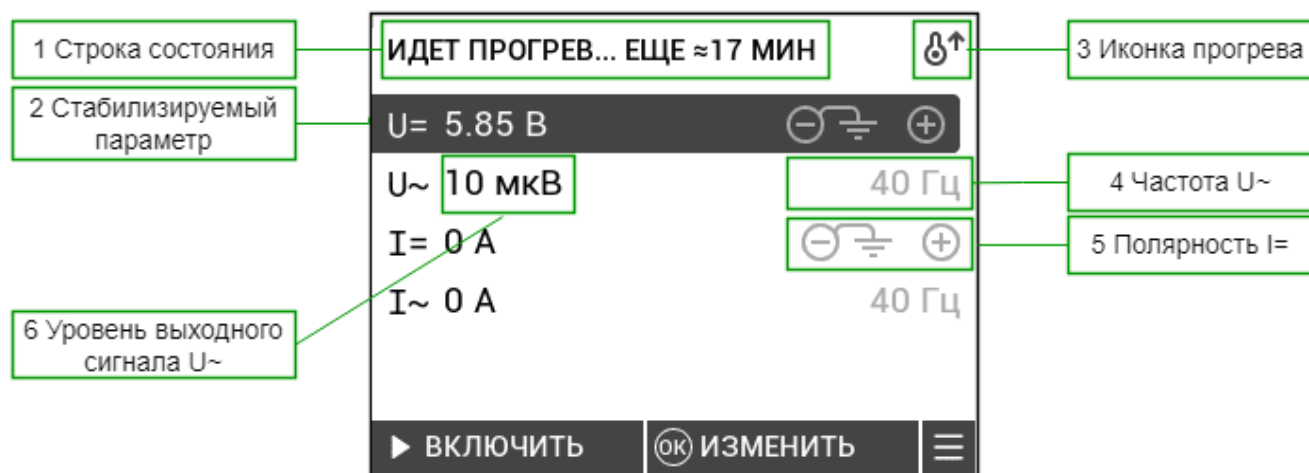

Рисунок 4 – Калибратор в состоянии «ПРОГРЕВ»
2.7.1 Через 5 секунд после экрана заставки на дисплее появится главный экран (рисунок 4).